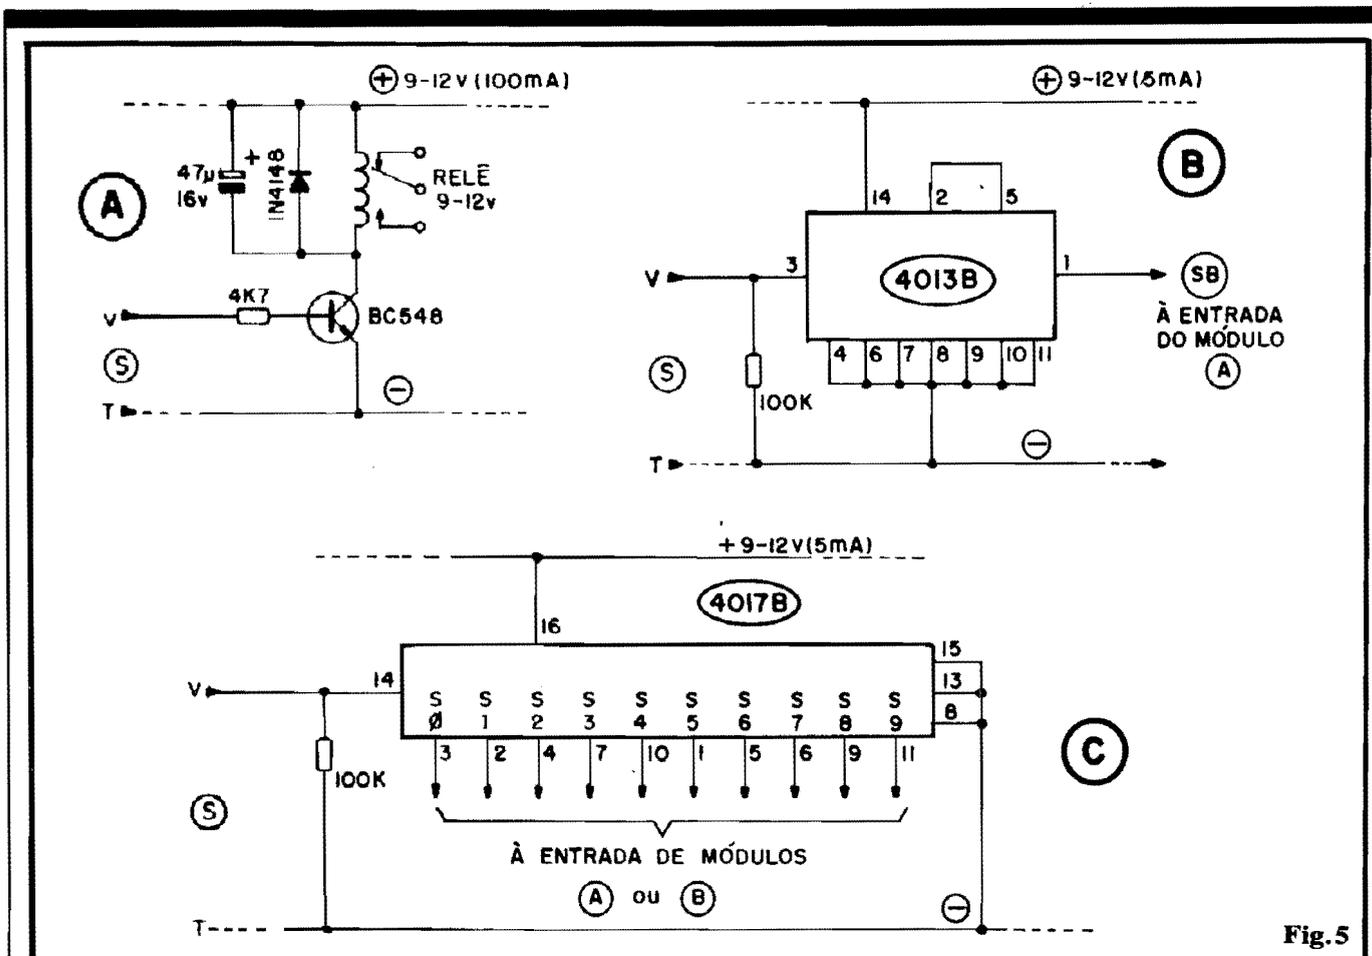

Fig. 5
- FIG. 5-A - **Driver "LIGA ENQUANTO"** - Com o simples arranjo mostrado, ligado à saída ("S-T") do MRIV, teremos a energização do relê, por 1 segundo, a cada comando recebido... Se o dedo do operador "ficar" sobre o **push-button** do MEIV por mais de 1 segundo (digamos, 5 segundos...), também o relê permanecerá "ligado" por - no mínimo - um Tempo equivalente (pelo menos 5 segundos, no caso do exemplo...). A alimentação necessária ao **driver** situa-se em faixa idêntica à do MRIV (9 a 12V), devendo a bobina do relê apresentar parâmetros compatíveis... Note que a dita alimentação pode, perfeitamente, ser compartilhada com o MRIV, apenas lembrando de "somar" as necessidades de Corrente: 100mA para o **driver** e 50mA para o MRIV, totalizando assim 150mA (mínimos). O que Vocês vão "fazer" com os contatos de aplicação do relê, não é da nossa conta (usem o bom senso, contudo...).
- FIG. 5-B - **Driver "LIGA-DESLIGA"** - Um único Integrado C.MOS 4013B (mais um resistor de 100K), é tudo o que o Leitor precisa para transformar a saída normal do MRIV, dotando-a de
- FIG. 5-C - **Driver "SEQUENCIAL"** - Um "manjado" 4017B (também da família C.MOS), auxiliado por um resistor de 100K, e a saída básica do MRIV pode transformar-se numa acionadora sequencial de 10 estágios. Observem que, numa configuração básica, cada uma das 10 saídas do módulo 5-C ("S0 até S9") pode ser ligada a um **driver "releizado"** igual ao mostrado em 5-A, com o que teremos 10 canais sequenciais, de Potência, capazes de acionar uma a uma até 10 cargas "bravas" (acopladas aos respectivos contatos de aplicação dos ditos relês...). No caso, cada uma das 10 cargas, uma vez acionada, assim ficará, até que novo breve comando seja emitido pelo MEIV, quando então ela será "desligada", ligando-se a carga "seguinte" (se estava acionada e ativada pela saída "S3" do módulo 5-C, esta se desativa, e liga-se a acoplada à saída "S4", assim por diante...). Atingido o acionamento da carga acoplada a "S9", no próximo comando o ciclo recomençar-se-á, pela ativação da carga controlada pela saída "S0", e assim por diante... Observem, ainda, outra interessante possibilidade: acoplar o módulo 5-C à saída normal do MRIV, ligando a cada uma das 10 saídas do 5-C um módulo 5-B, e a cada saída dos tais